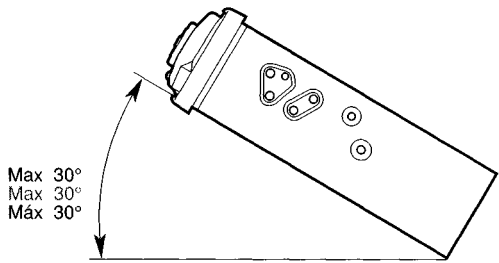

Figure 2 / Figure 2 / Figura 2
- 2 Install the unit within 30° of the horizontal plane (Figure 2)
- 2 Installer l'appareil avec un angle inférieur à 30° par rapport à l'horizontal (Figure 2)